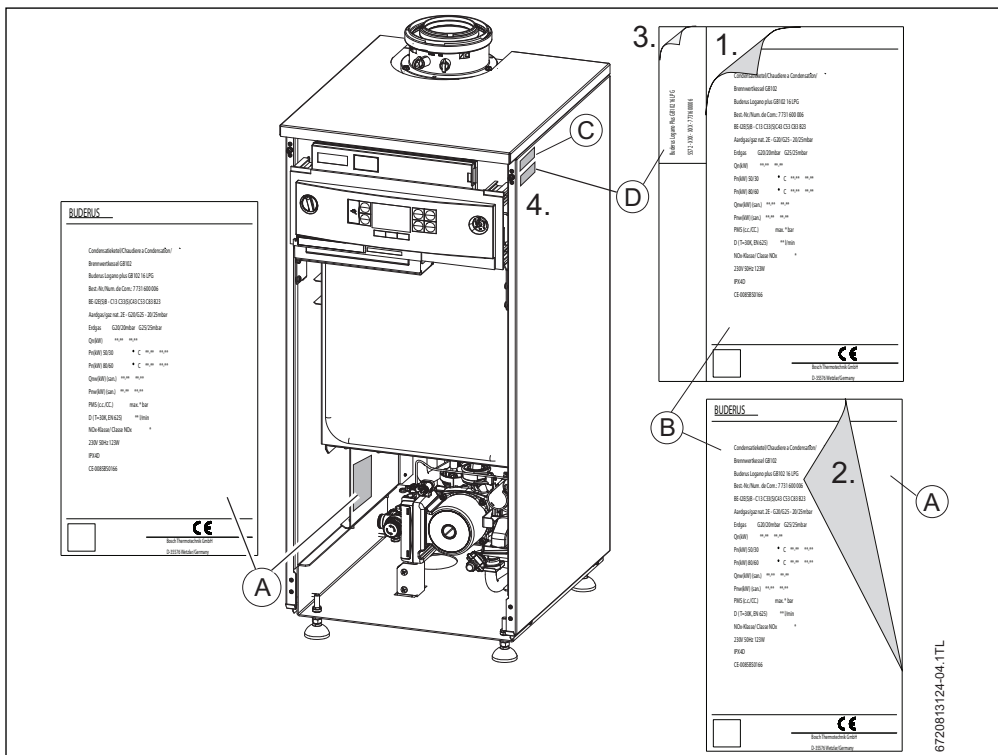

Fig. 5 Positions de recouvrement des étiquettes
4. Appliquer la nouvelle étiquette [D] sous l'étiquette d'origine [C] sur le coin supérieur droit du panneau latéral comme indiqué sur la fig. 5. L'autre partie de l'étiquette peut être jetée.